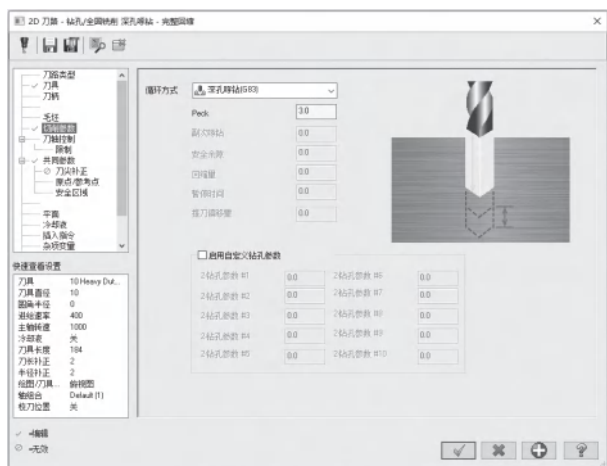

图 3-28 选择【深孔啄钻 (G83)】选项
3) 在【2D 刀路-钻孔/全圆铣削 深孔钻-无啄孔】对话框上单击【切削参数】选项，在【循环】选项的下拉列表中选择【深孔啄钻 (G83)】选项，设置【Peck】为 3.0mm ，如图 3-28 所示。